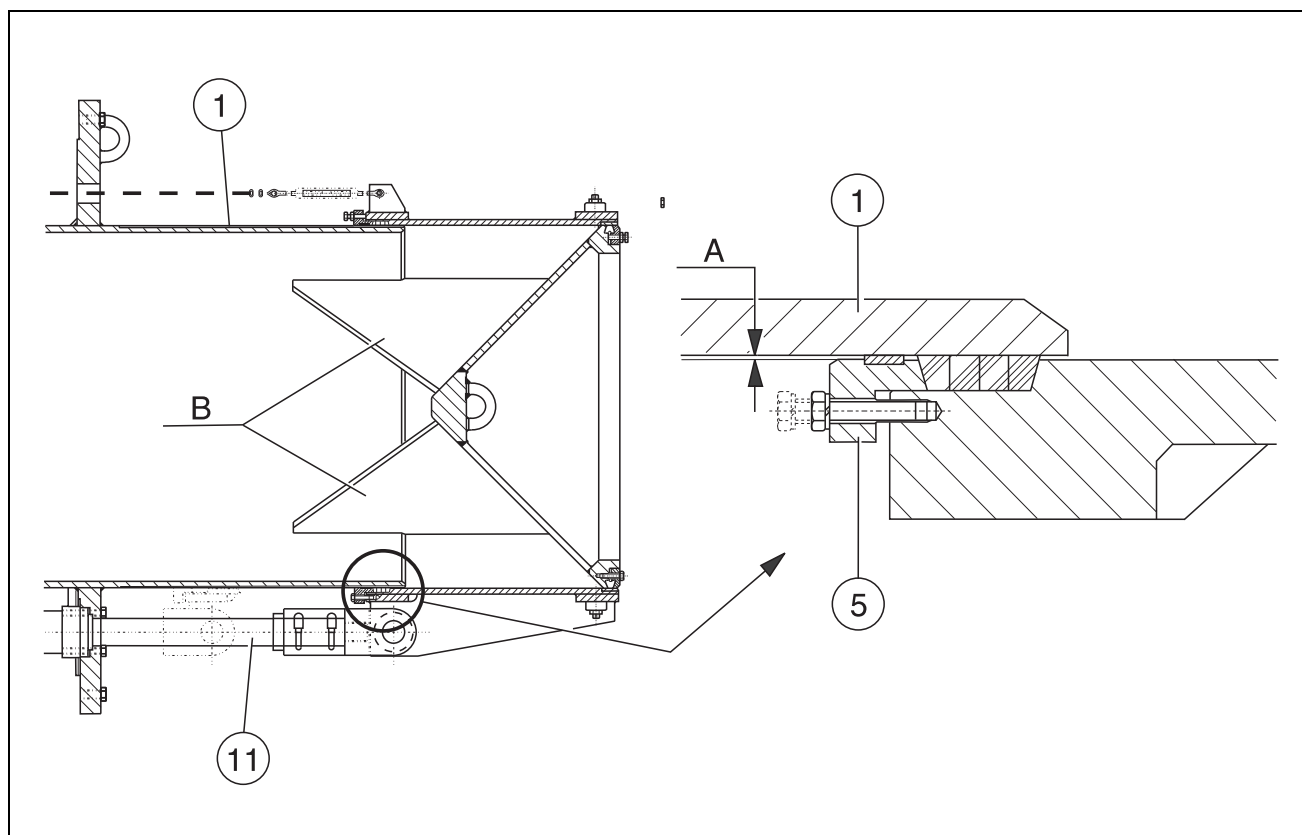

Fig. 2
- b) Controllare la superficie del cromo sull'asta di manovra **11** (Fig. 2), verificando l'assenza di incrostazioni o rigature. Nel caso fosse necessario, pulire con una spazzola non metallica e/o lisciare con tela abrasiva finissima.